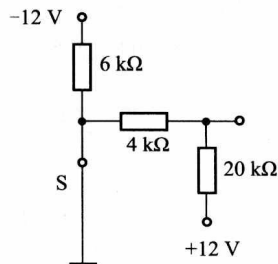

图 1-1-24 电位标注法
(1) 能够使表示电路状态的参数大为减少。
(2) 简化电路的绘制——电位标注法 (图 1-1-24), 方法如下:
① 先确定电路的电位参考点。
② 用标明电源端极性及电位数值的表示电源的作用。
③ 略去电路中的地线, 用接地点代替, 并标注接地符号, 省